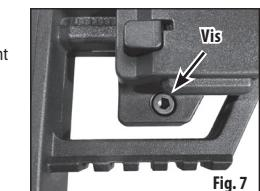

Fig. 7
- Localisez la vis sur le côté latéral de l'appui-joue (Fig. 7).